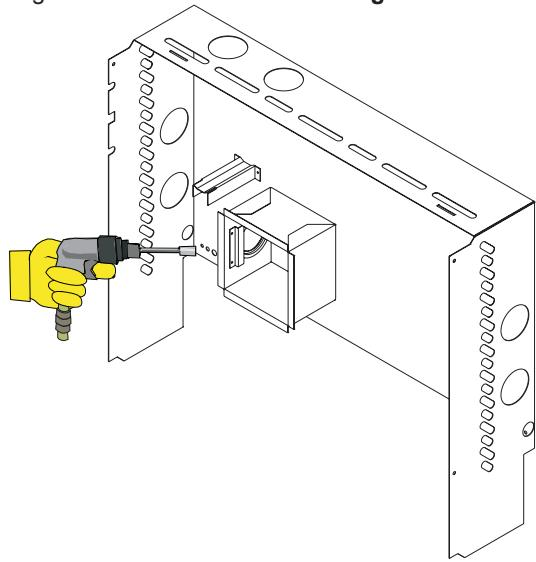

Figure 7
- Fixer le capot profond en place sur le mur à l'aide des quatre ancrages achetés localement. **Voir Figure 7.**